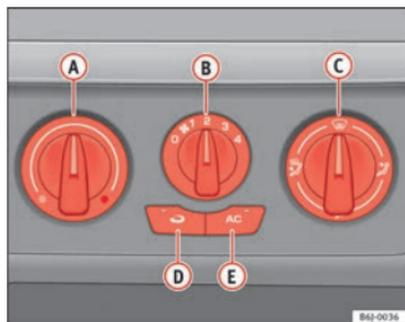

Fig. 101 Comandos do Ar Condicionado no painel de instrumentos
- Com os reguladores ⇒ Fig. 101 **A** e **C** e com o comando **B** é ajustada a temperatura, a distribuição do ar e a velocidade do ventilador.